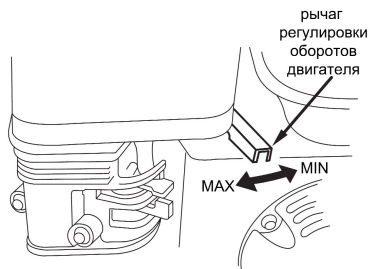

Рис. 11
- перевести рычаг регулировки оборотов двигателя на 1/3 хода в сторону положения «МАХ» (см. рис. 11)